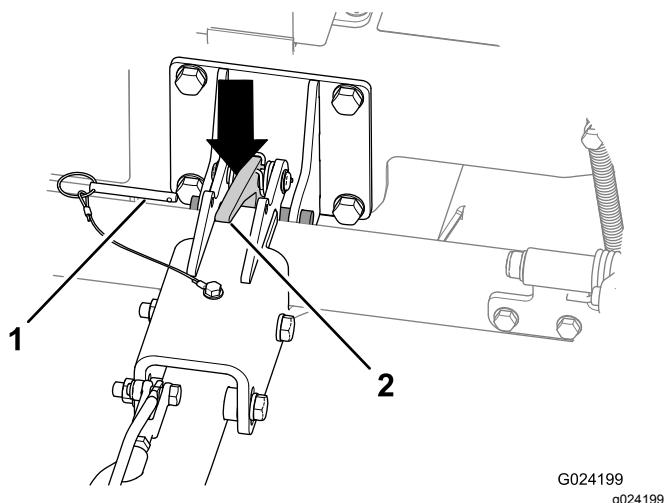

Figura 27
- A. Retire el pasador de bloqueo (Figura 27).
- C. Presione hacia abajo sobre el cierre de la barra de tracción para desenganchar la barra de tracción (Figura 27).